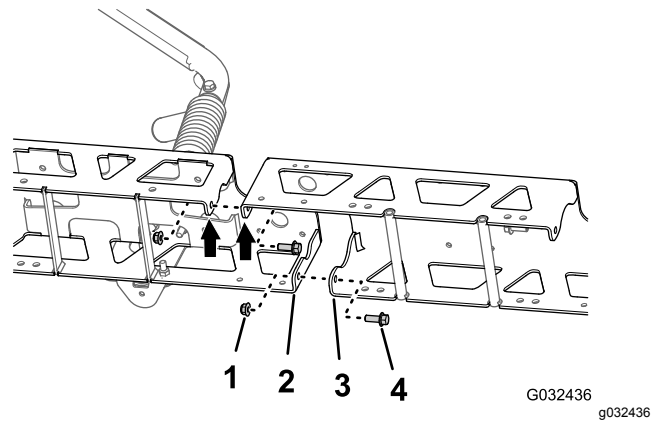

Figure 54
- Fixez légèrement l'extension de rampe centrale au cadre en treillis (Figure 54) à l'aide des 2 boulons à embase (3/8" x 1") et des 2 contre-écrous à embase (3/8") que vous avez retirés à l'opération 1 de Séparation des cadres en treillis de la section de pulvérisation centrale (page 28).
- Alignez les trous dans les brides verticales de l'extension de rampe centrale et les trous dans l'autre cadre en treillis (Figure 54).
- Fixez légèrement l'extension de rampe centrale à l'autre cadre en treillis (Figure 54) à l'aide des 2 boulons à embase (3/8" x 1") et des 2 contre-écrous à embase (3/8") du kit de finition du système de pulvérisation GeoLink (Figure 54).
- Alignez les trous dans les brides verticales de l'extension de rampe centrale et les trous dans le cadre en treillis (Figure 54).